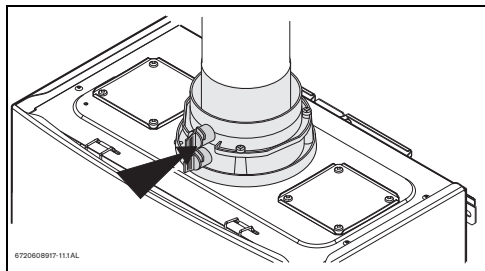

Рис. 50 Отверстие для измерения
- ▶ отпустите латунный винт с плоской головкой на манжете дымохода, как показано на Рис. 50 .